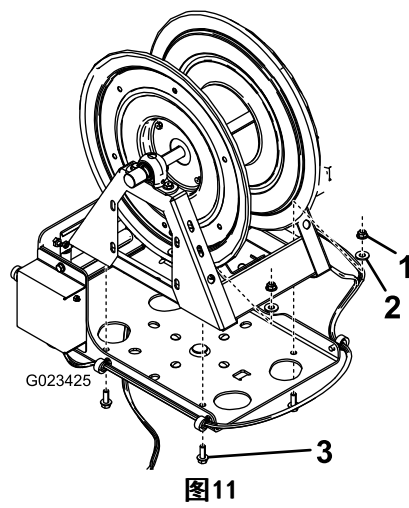

图11
5. 使用 4 个螺栓（3/8~16 英寸）、4 个垫圈（7/16 英寸）和 4 个凸缘螺母（3/8~16 英寸）将软管卷固定在转盘上，如图11 中所示。